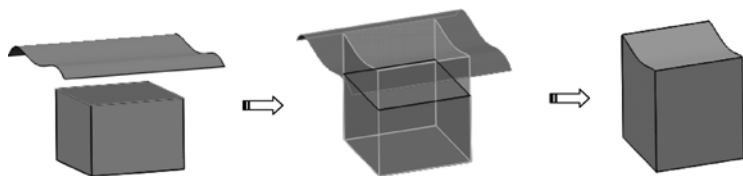

图 4-134 偏移替换
- 替换曲面：用面组或基准平面替换实体面，常用于切除超过边界的多余特征，偏移效果如图 4-134 所示。